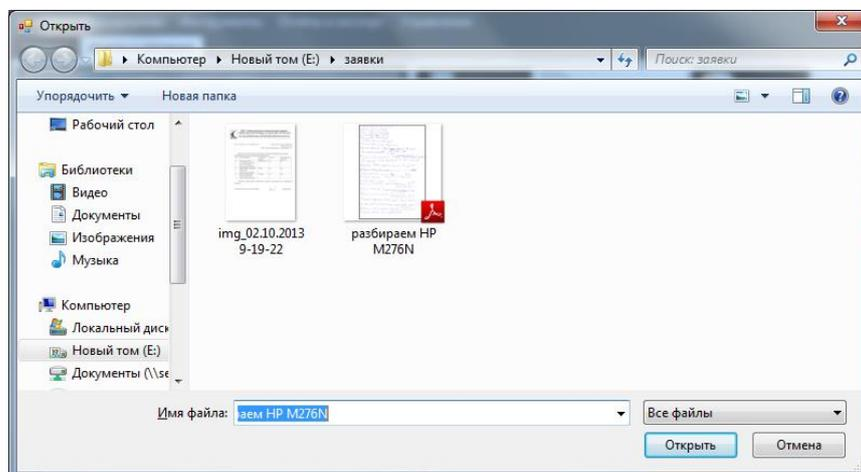

Рисунок 48
- При добавлении файла, в открывшемся окне – **Открыть**, выберите файл для загрузки и нажмите кнопку – Открыть (рис.48)